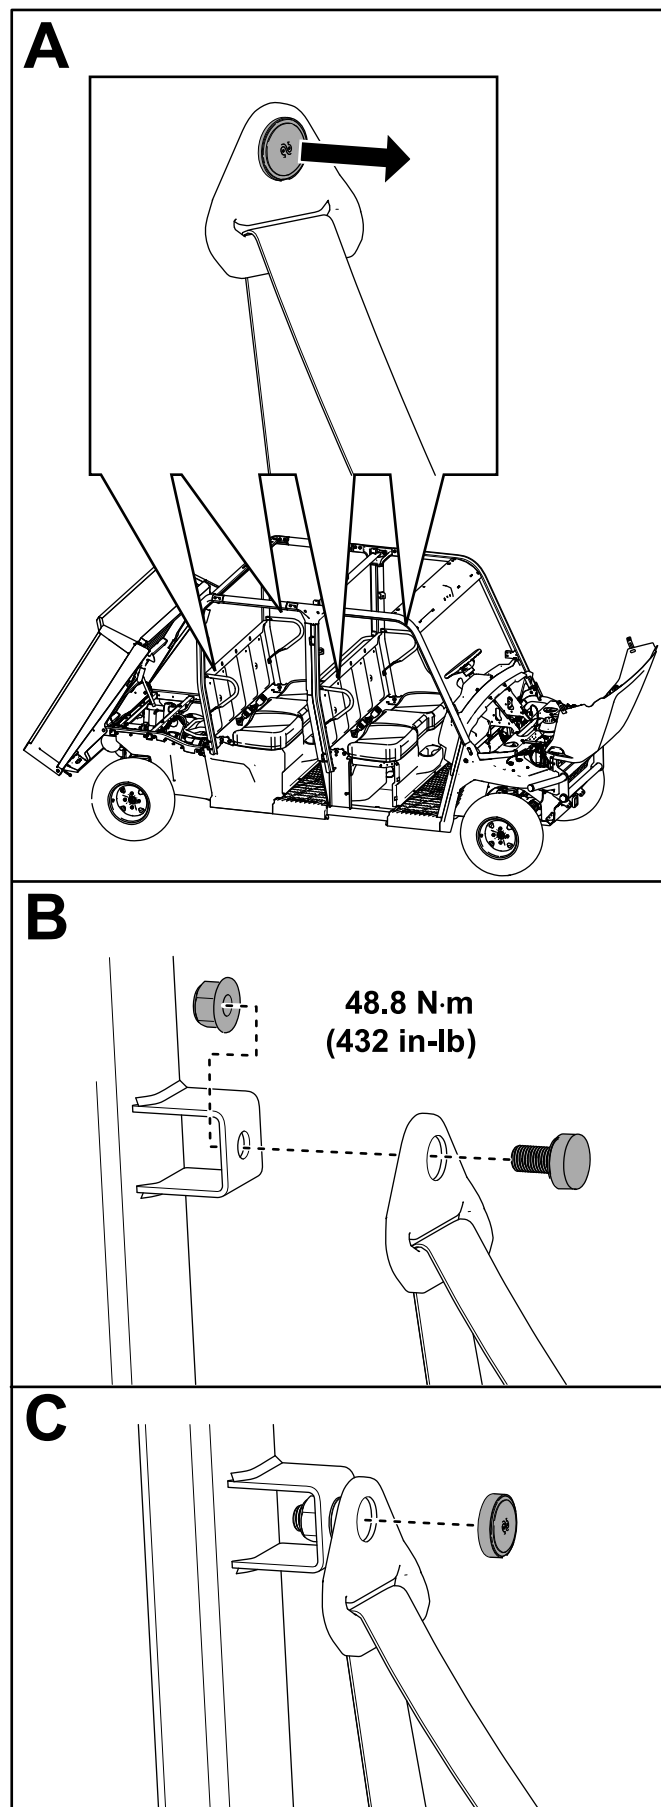

Bild 60
- A. Entfernen Sie die Kappe vom oberen Teil des Sicherheitsgurtes (**Bild 60**).
- B. Führen Sie den Sicherheitsgurt in die Halterung des Überrollbügels ein und sichern Sie den Sicherheitsgurt mit einer Sicherungsmutter (7/16"), wie in **Bild 60** dargestellt.
Ziehen Sie die Sicherungsmutter (7/16") auf ein Drehmoment von 48,8 N·m fest, wie in **Bild 60** dargestellt.
- C. Schrauben Sie den Deckel auf (**Bild 60**).